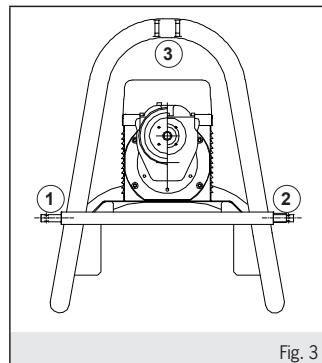

Fig. 3
- die drei vorgesehenen Verankerungspunkte (Fig.3) perfekt befestigt und mittels der mitgelieferten Teile gesichert sind. Die fehlerhafte Verankerung kann das Umkippen der Maschine bewirken, was eine schwerwiegende Gefahr für die Bedienungsperson bedeutet.